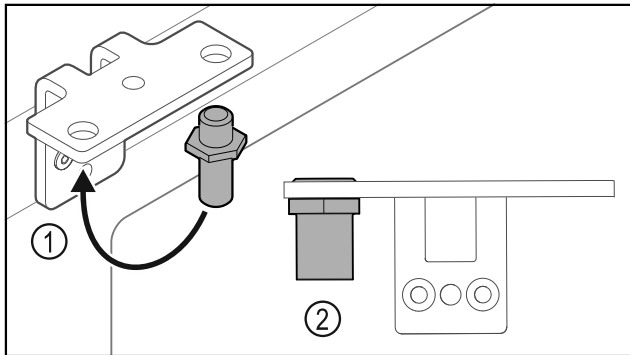

Fig. 27
- ▶ 调换合页角铁中的螺栓 Fig. 27 (1)。
- ▶ 用 **12 Nm** 的扭矩拧紧螺栓 Fig. 27 (2)。